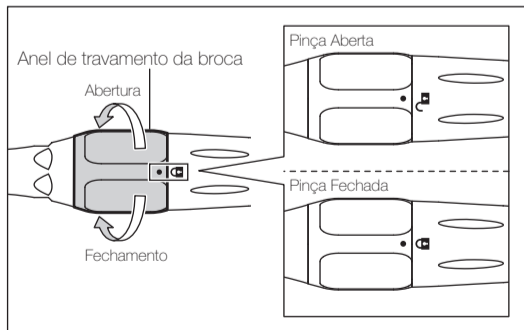

Fig. 2
- 1) Gire o Anel de Travamento da Broca na direção da marca " " até encaixar. (Fig. 2)
- 2) Gire o Anel de Travamento da Broca para a posição ABERTA. (Fig. 2)